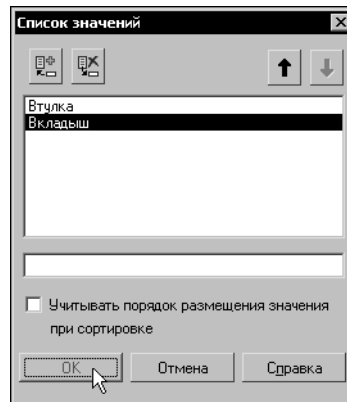

Рис. 21.3. Список значений в поле атрибута
7. Добавьте в список значений строки *Втулка* и *Вкладыш* (рис. 21.3).